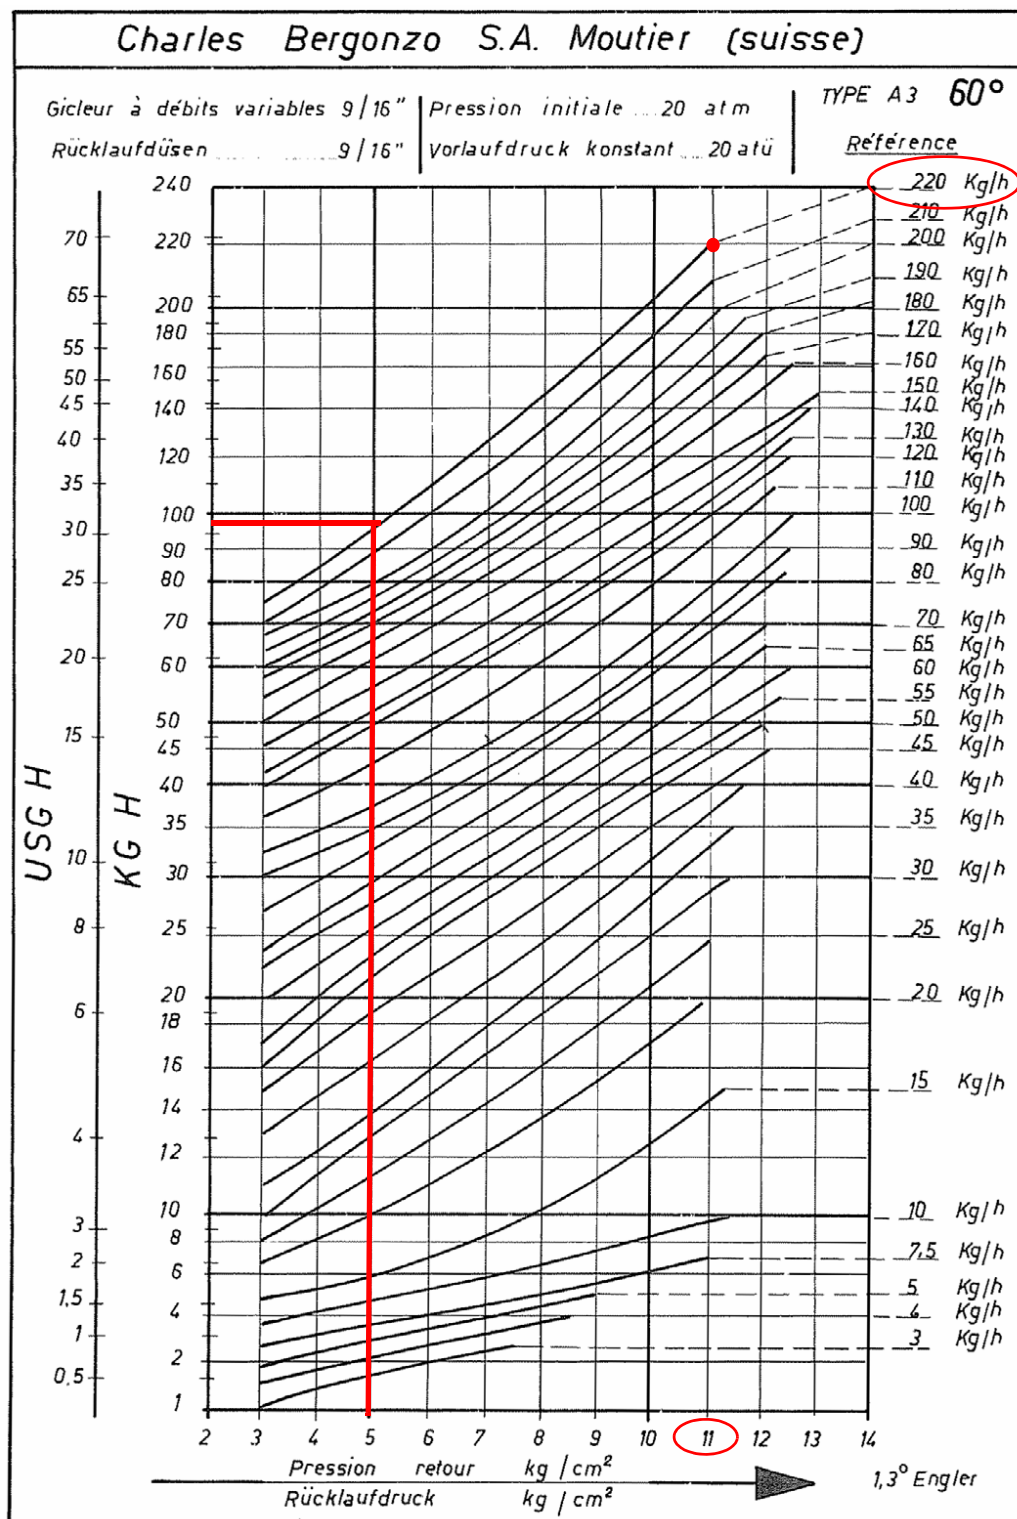

Fig. 10
La portata del gasolio viene regolata scegliendo un ugello (del tipo a riflusso) di dimensione adatta alla potenza della caldaia/utilizzo e tarando le pressioni di mandata e di ritorno secondo i valori riportati in tabella e nel diagramma di Fig. 10 (per la lettura delle pressioni consultare i paragrafi successivi).
**Esempio:** se si ha in dotazione un ugello Bergonzo, con portata di 220 kg/h, si regola la pressione massima sul ritorno a 11 bar, alimentando a 20 bar in mandata: si ottiene una portata di 220 kg/h. Se, invece la pressione di ritorno che si vuole è di 5 bar, si deve agire sulla vite di regolazione del regolatore di pressione (vedi Fig. 10).